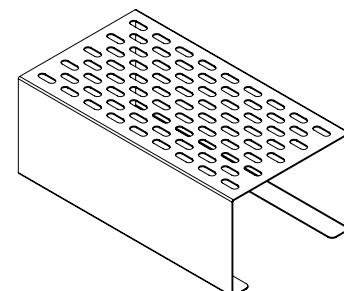

Figura 27
- (1) Estante metálico de posición fija (vea la Figura 27)